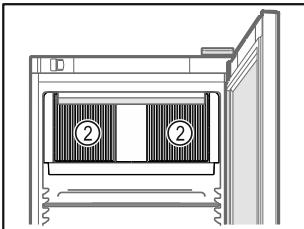

Fig. 63
- Διατηρείτε ελεύθερες τις σχισμές αερισμού Fig. 63 (2) του ανεμιστήρα στο εσωτερικό.